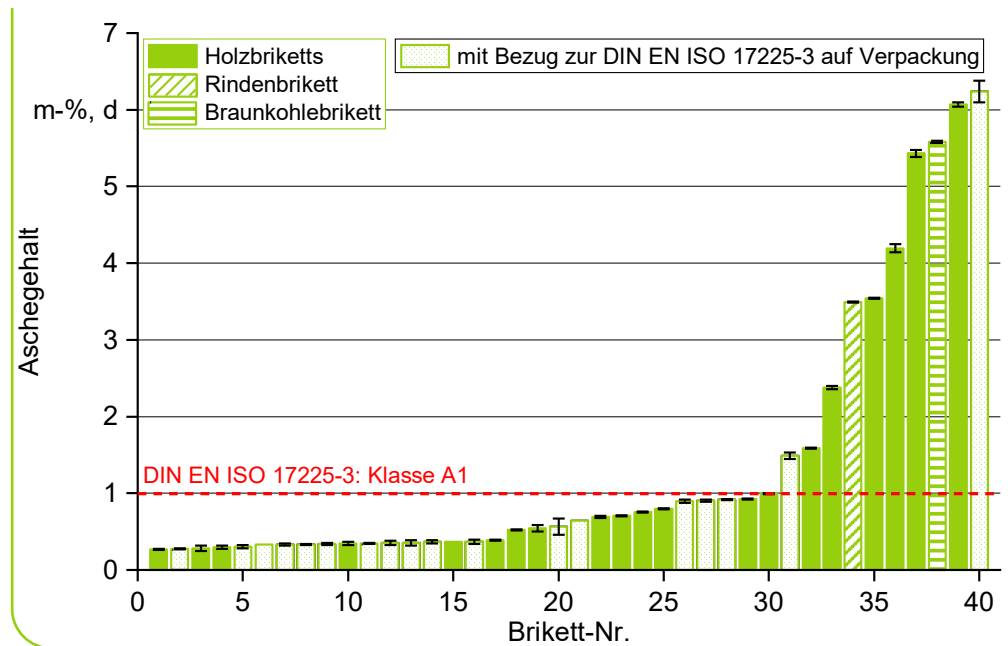

Abbildung 2: Mittlerer Aschegehalt (± Standardabweichung, n = 2) der Briketts in m-% auf wasserfreier Bezugsbasis (wf)
Bild 2: Die 40 Briketts unterschieden sich stark hinsichtlich Farbe und Form (38 x Holzbriketts, 1 x Rindenbrikett Nr. 34 und 1 x Braunkohlebrikett Nr. 38). Die Nummerierung erfolgte anhand des Aschegehalts, wobei Brikett Nr. 01 den niedrigsten und Brikett Nr. 40 den höchsten Wert hatte.
Die Briketts unterschieden sich stark hinsichtlich ihrer Farbe und Form (siehe Bild 2). Die strengen Vorgaben der Klasse A1 nach DIN EN ISO 17225-3 wurden nur teilweise eingehalten. Die Messwerte für den Wassergehalt oder den Heizwert entsprachen stets den Normvorgaben. Bei 25 Prozent der untersuchten Brennstoffe (zehn Proben) wurden Überschreitungen des maximalen Aschegehalts festgestellt. Hierunter fielen auch das Braunkohlebrikett und das reine Rindenbrikett. Letzteres wird häufig im Handel als „optimal zum Gluterhalt“ beworben, ist aber in Deutschland kein zulässiger Brennstoff für Kamin- und Kachelöfen und darf in diesen auch nicht verbrannt werden. Weiterhin hielten auch acht Holzbriketts die Anforderung an den Aschegehalt der Klasse A1 von maximal 1 m-% nicht ein, drei überschritten sogar den Wert für Brennstoffklasse B von 5 m-%. Dies kann sowohl auf einen höheren Rindenanteil im Brikett als auch auf einen Eintrag von Fremdstoffen, beispielsweise durch Verschmutzung des Holzes mit Erde oder Bodenmaterial vor der Brikettierung hinweisen.
- Eine helle, gelb/braune Farbe der Briketts deutet auf niedrige Rindenanteile und unverschmutzte Brennstoffe hin (z. B. Briketts Nr. 01 bis 09 *siehe Bild 2*). Dies gilt auch für runde Briketts, die lediglich eine dunkle Oberfläche aber ein helles Inneres haben (z. B. Brikett Nr. 10), da die Verfärbung hier durch das Pressverfahren bedingt ist. Vollständig dunkle Briketts (nicht nur äußerlich, z. B. Nr. 35) lassen dagegen eine Verschmutzung der Brennstoffe erwarten, was zu hohen Aschegehalten und Verschlackungen führen kann.